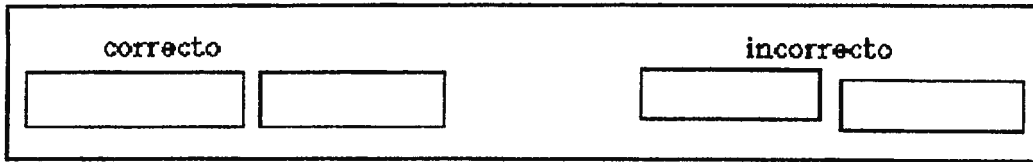

Fig. 3.14 Alineamiento
**ALINEAMIENTO.** El alineamiento es importante en cualquier unión, pero en la unión a tope es esencial. La fig. 3.14 muestra los métodos correctos e incorrectos para alinear la unión